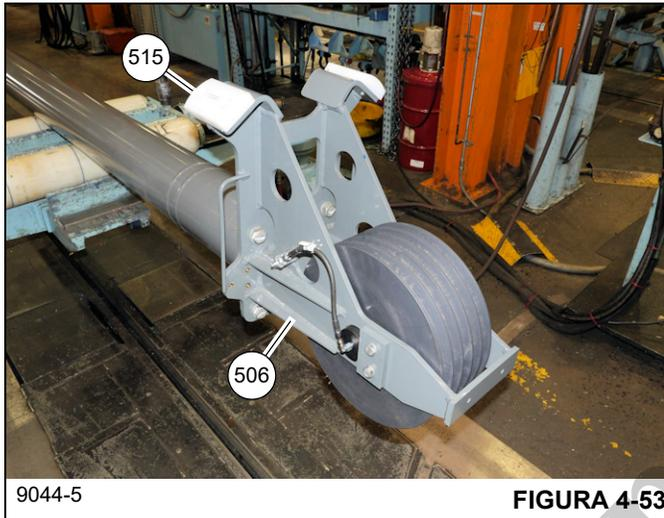

FIGURA 4-53
69. Retire dos pernos (524) que fijan cada almohadilla de desgaste (515) a los lados derecho e izquierdo del
miembro soldado (506) de la cabeza de polea (vea la Figura 4-53).